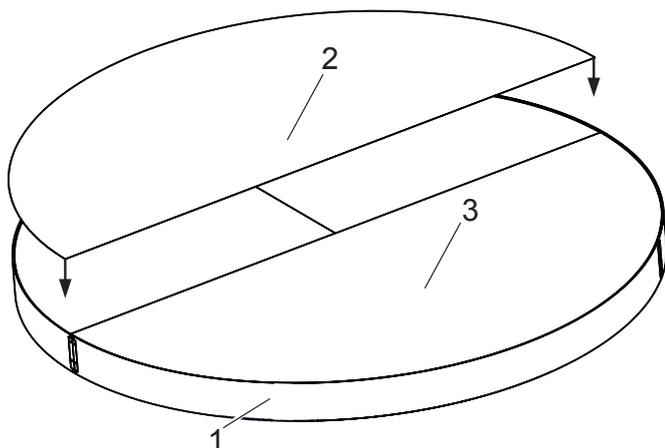
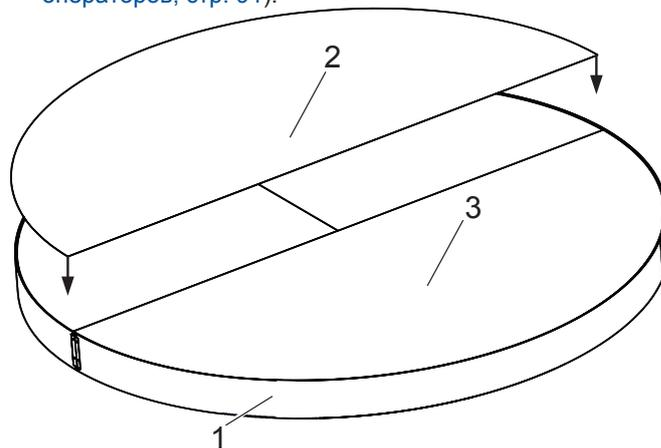

Рис. 136 Сборка металлических листов верхней части потолка
Рис. 137 Сборка металлической верхней части потолка с защитой от дождя
Равномерно нанести адгезив на контактную поверхность первого металлического листа верхней части потолка (рис. 136/2). В зависимости от рабочей высоты может понадобиться использовать стремянку или платформу.
Установить первый лист верхней части потолка (рис. 136/2) на адгезивные поверхности верхней части потолка (рис. 136). В зависимости от рабочей высоты может понадобиться использовать стремянку или платформу.
3. Равномерно распределить адгезив по контактной поверхности второго листа верхней части потолка (рис. 136/3). В зависимости от рабочей высоты может понадобиться использовать стремянку или платформу.
4. Установить второй лист верхней части потолка на адгезивные поверхности верхней части потолка (рис. 136/3). В зависимости от рабочей высоты может понадобиться использовать стремянку или платформу.
5. Установить профиль для соединения с фасадом на верхнюю часть потолка (рис. 136) в соответствии с требованиями клиента и приклеить его в нужном месте.
Равномерно наклеить лист верхней части потолка (рис. 137/2) на наружную сторону здания в нескольких точках на внешнюю сторону верхней части потолка из дерева (рис. 136). Проверить выравнивание относительно соединения с фасадом. В зависимости от рабочей высоты может понадобиться использовать стремянку или платформу.
4. Установить профиль для соединения с фасадом на верхнюю часть потолка (рис. 137) в соответствии с требованиями заказчика.